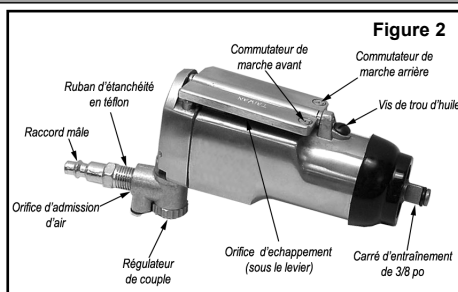

Figure 2
- Installez un raccord mâle 1/4 po NPT (non inclus) à l'orifice d'admission d'air de l'outil (voir Figure 2).